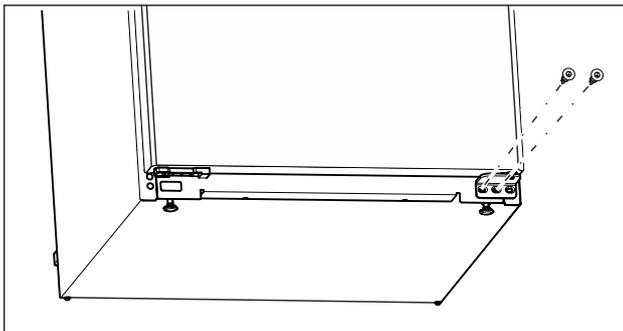

Fig. 15
- ▶ Na donjem ležajnom postolju odvrnite srednji vijak odvijačem Torx 20. (pogledajte Fig. 15)
- ▶ Na donjem ležajnom postolju odvrnite unutarnji vijak odvijačem Torx 20. (pogledajte Fig. 15)